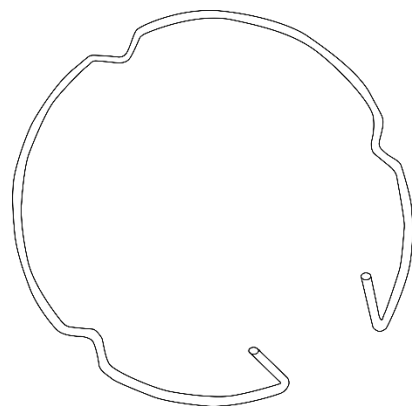

Abb. 06
- 06) Bringen Sie den Befestigungsring wieder an (Abb. 06).